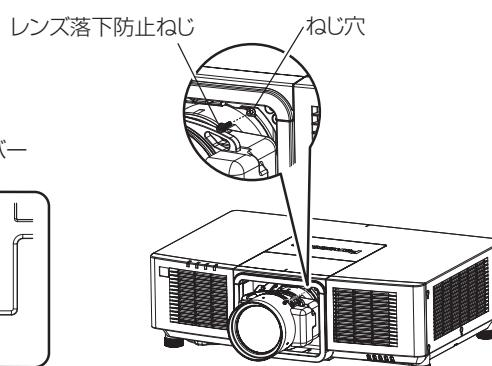

図6
- ズームレンズ (品番 : ET-EMU100) 以外の投写レンズを取り付ける場合は、投写レンズの右側にあるねじ穴に、六角ボールポイントドライバーで固定してください。(図 6)